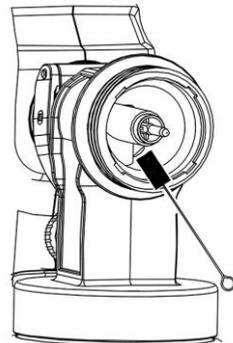

fig. 17
13. Faites particulièrement attention lorsque vous nettoyez les interstices de l'aiguille (fig. 17).